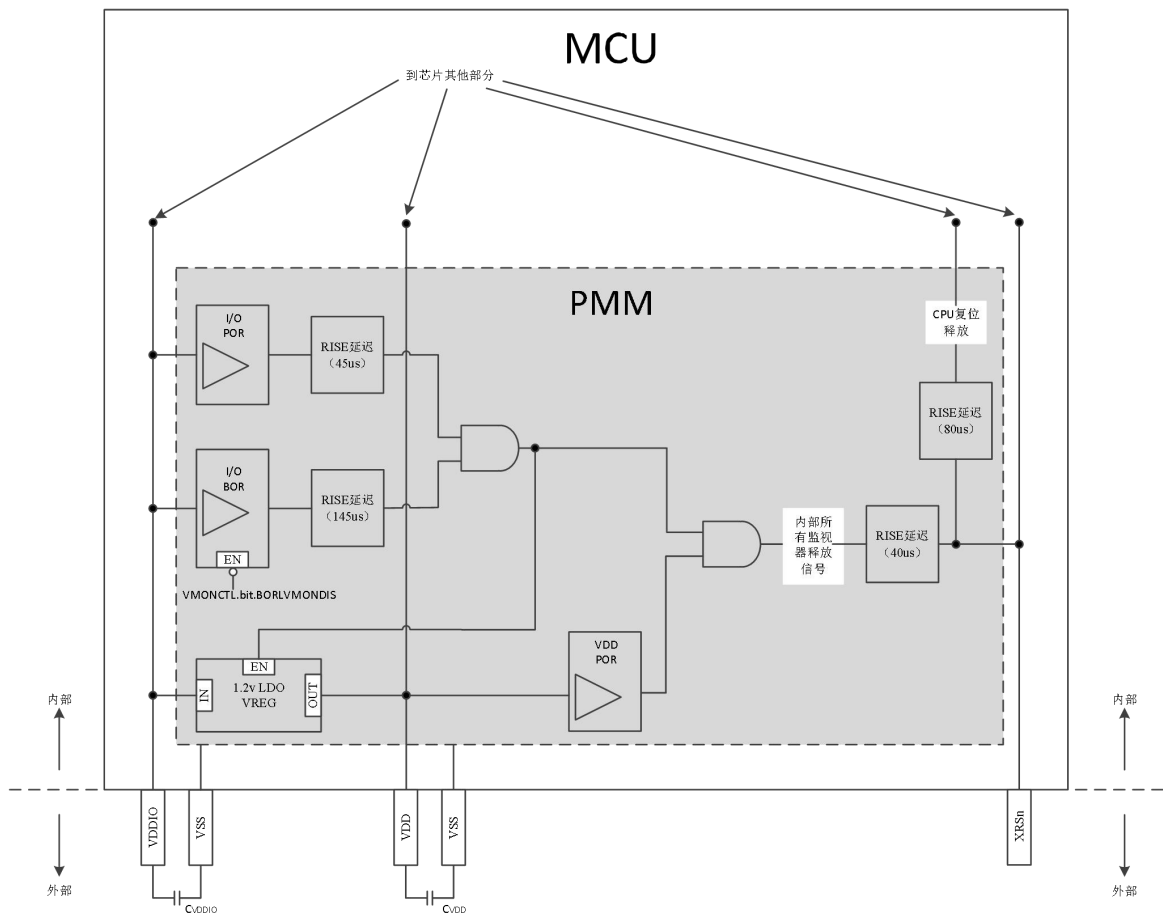

图 6-7. PMM 方框图
在图 6-7 中给出了 PMM 的方框图。可以看出，PMM 包含多个子组件，这些子组件将在后续章节中进行介绍。
- 在 XRSn 释放（即变为高电平）和启动序列开始之间有额外的延迟。请参阅图 6-7。